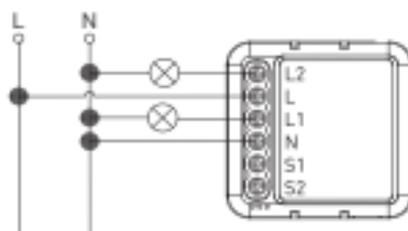

Рисунок 2.6
- без выключателя (см. рисунок 2.6)